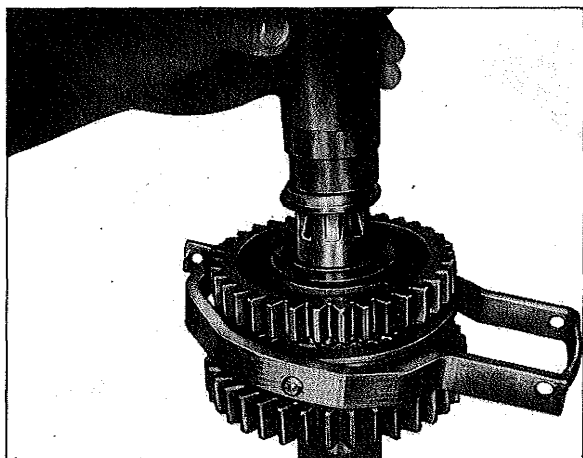

Fig. 30
10. Poser la rondelle de butée (429) sur la roue à denture droite, l'épaulement étant orienté vers le haut. Emmancher une bague intérieure du roulement à billes (430) à l'aide de la douille „9" jusqu'à ce qu'elle vienne porter sur la rondelle (fig. 30).